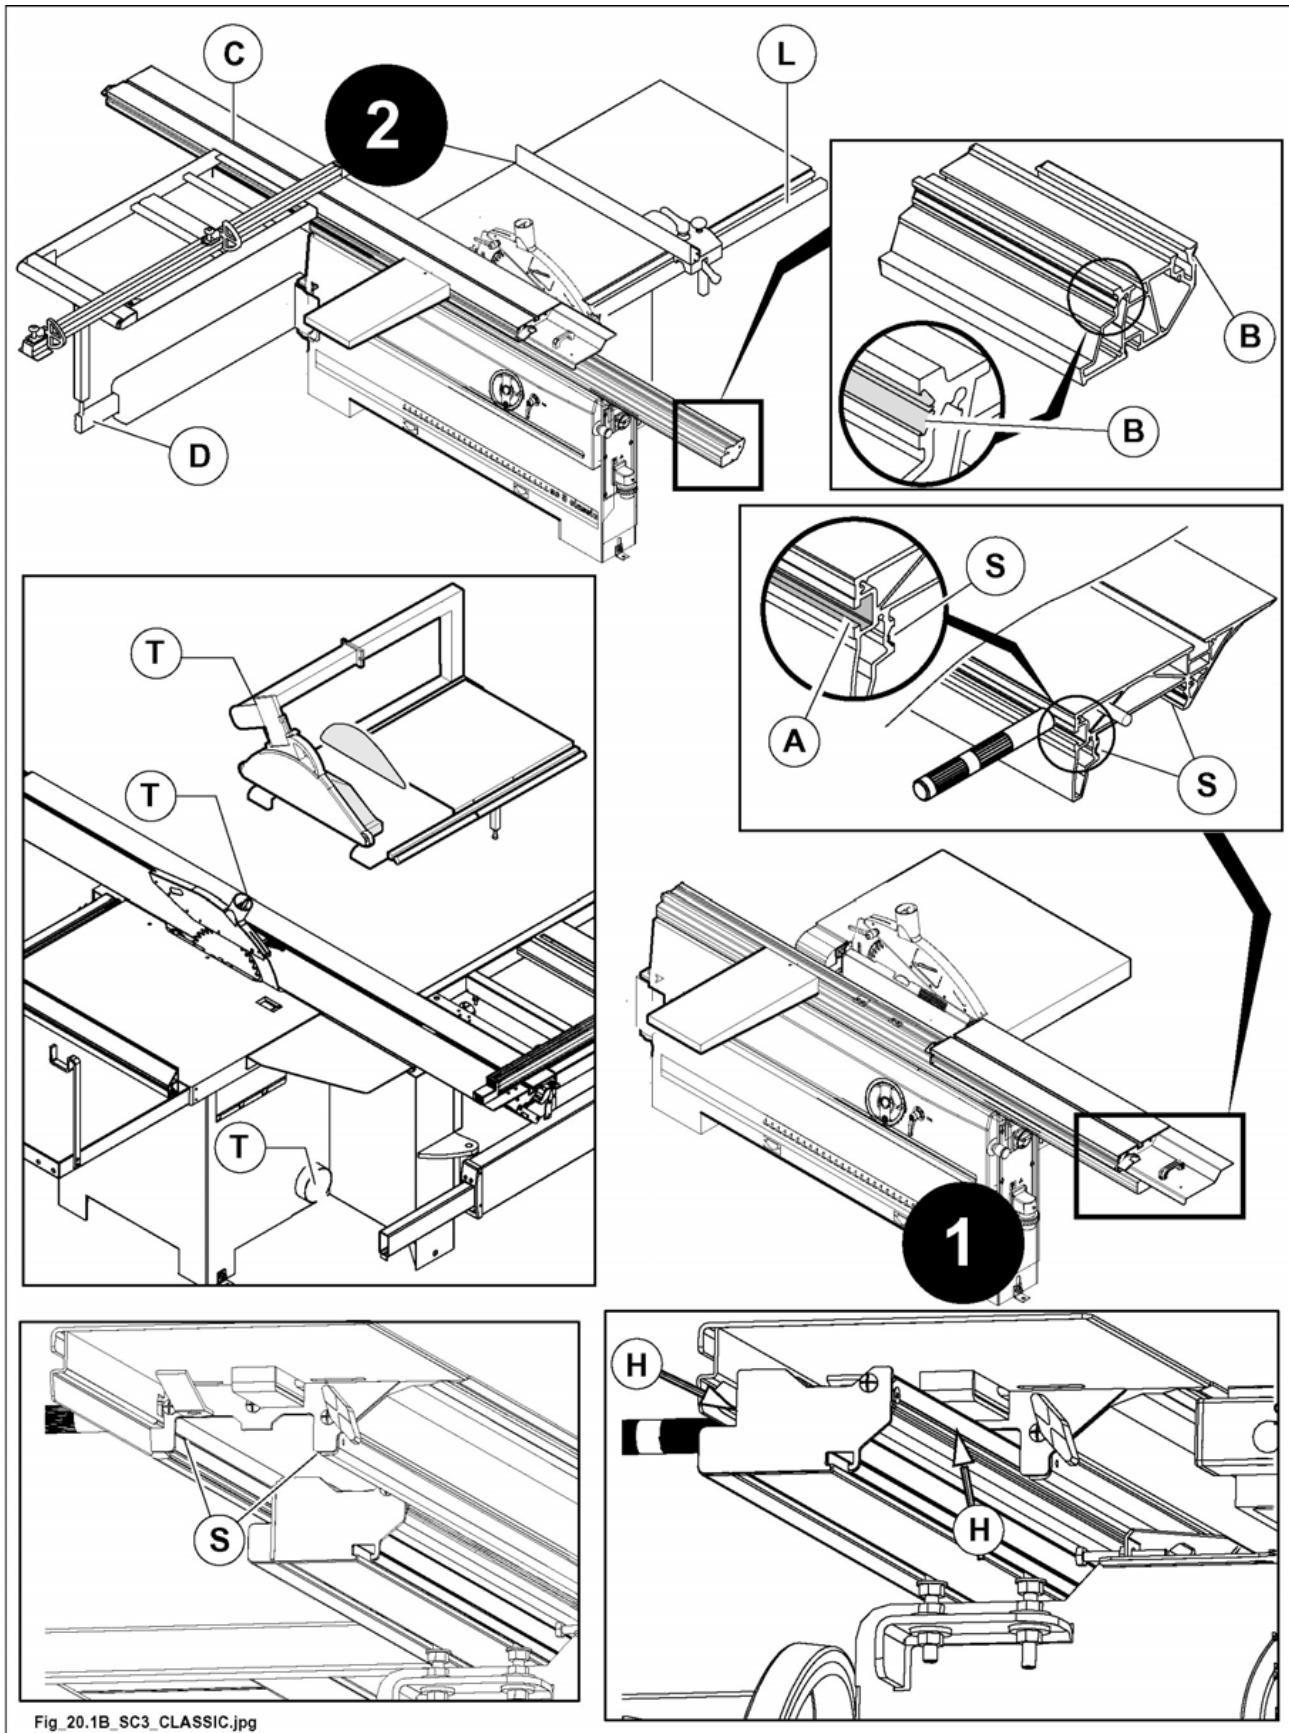

Abb. 20.1B
- Absaughauben (T Abb. 20.1B) durch Prüfen, dass keine Verstopfungen bestehen.
- Bei Schiebetisch in Position 1 (ganz an Aufgabeseite) Abb. 20.1B, dann in Position 2 (ganz an Ausgabeseite) seine unteren Gleitschienen und insbesondere die von Pfeilen angezeigten Stellen (H Abb. 20.1B) für eine 15 cm Tiefe.
- Stange (L Abb. 20.1B) des Anschlages für Parallelschnitte.
- Gleitschienen (S Abb. 20.1B) des Schiebetisches und Führungen (B Abb. 20.1B) der Schiene.
- Verlängerung (D Abb. 20.1B) des Schwenkarmes.
- Gleitnute (C Abb. 20.1B), Besäum-Klemmschuh und Spannarm reinigen: zu diesem Zweck einen mit nicht gefährlichem Lösungsmittel getränkten Pinsel verwenden.
- **die Gleitschiene des Schiebetisches (S Abb. 20.1B) und der Schiene (B Abb. 20.1B).**
- die Gleitschiene des Schiebetisches (S Abb. 20.1B) und der Schiene (B Abb. 20.1B).